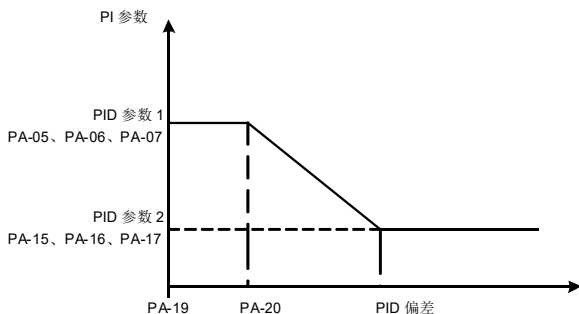

图 6-27 PID 参数切换
**选择为自动切换时**，目标与反馈之间偏差绝对值小于 PID 参数切换偏差 PA-19 时，PID 参数选择参数组 1（PA-05~PA-07）。目标与反馈之间偏差绝对值大于 PID 切换偏差 PA-20 时，PID 参数选择选择参数组 2（PA-15~PA-17）。给定与反馈之间偏差处于切换偏差 1 和切换偏差 2 之间时，PID 参数为两组 PID 参数线性插补值，如下图 6-27 所示曲线图。